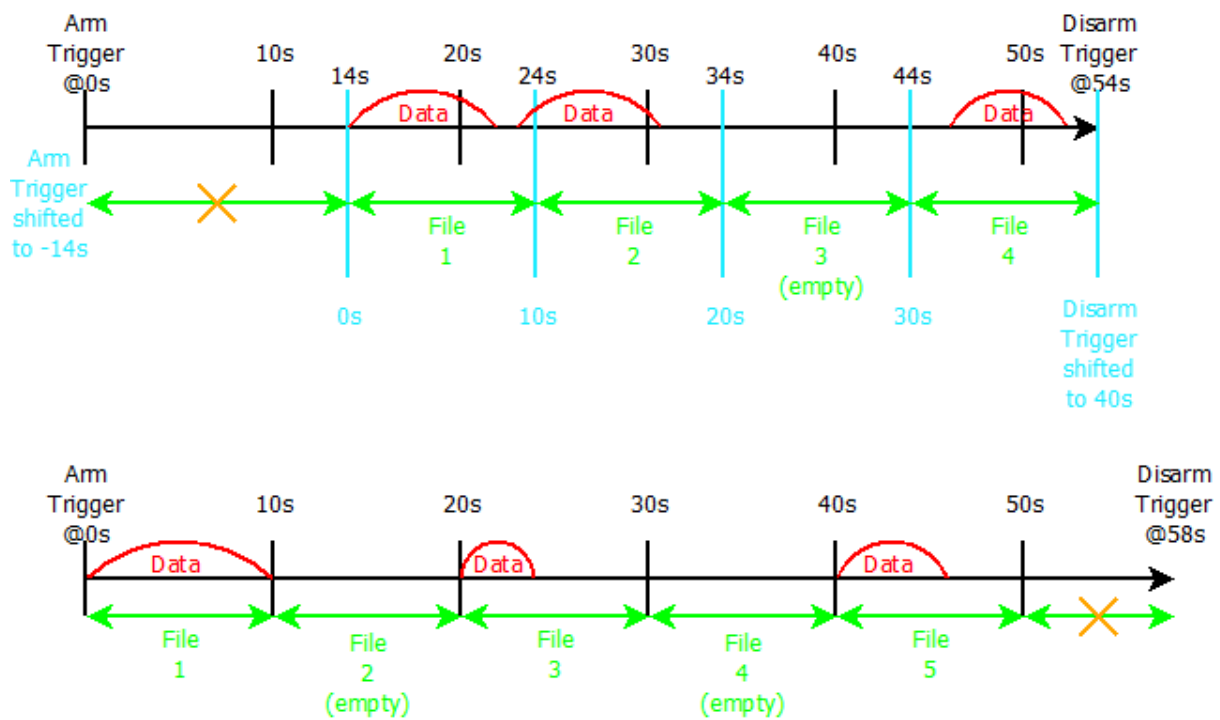

Abb. 5.6: Spezialfall 1 für die Multi-File Aufzeichnung; Aufteilungsdauer: 10s
Wenn es eine bestimmte Zeit dauert nach der Trigger-Aktivierung und dem ersten auftretenden Ereignis, wird die Zeit zwischen der Trigger-Aktivierung und dem ersten auftretenden Ereignis zurückgewiesen und die ‚0‘-Position wird zur Trigger-Aktivierungsposition zum ersten auftretenden Ereignis verschoben. Somit beginnt die erste Messdatei nicht mit der Trigger-Aktivierungsposition, sondern an der Position des ersten auftretenden Ereignisses. Die folgende Abbildung Abb. 5.6 zeigt diesen Fall:
- Keine Datenaufzeichnung zwischen zwei Aufzeichnungs-Ereignissen: Wenn die Zeit zwischen zwei auftretenden Aufzeichnungs-Ereignissen länger ist als die angegebene Aufteilungszeit, wird eine leere Datei erstellt (siehe *File 3* in *Abb. 5.6*).